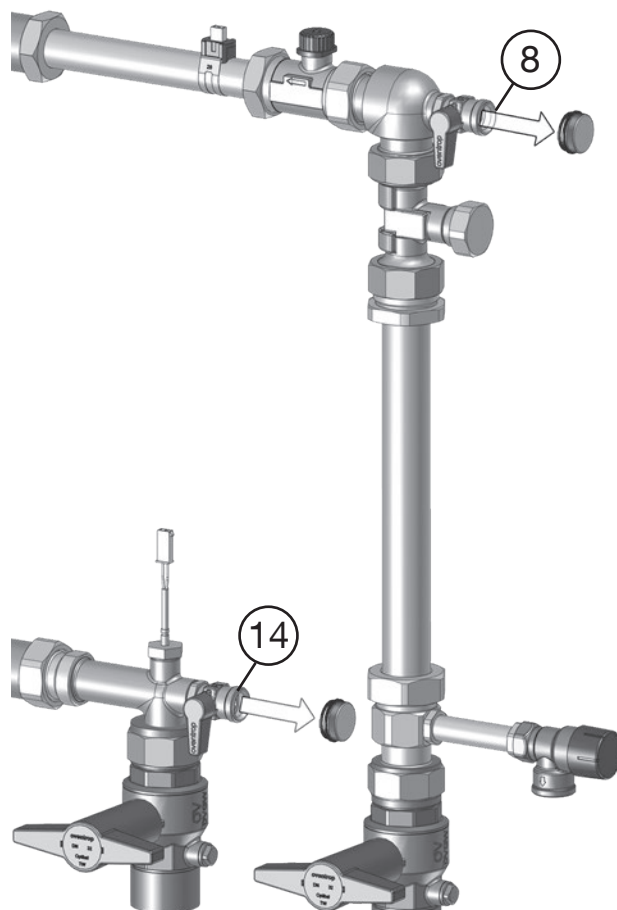
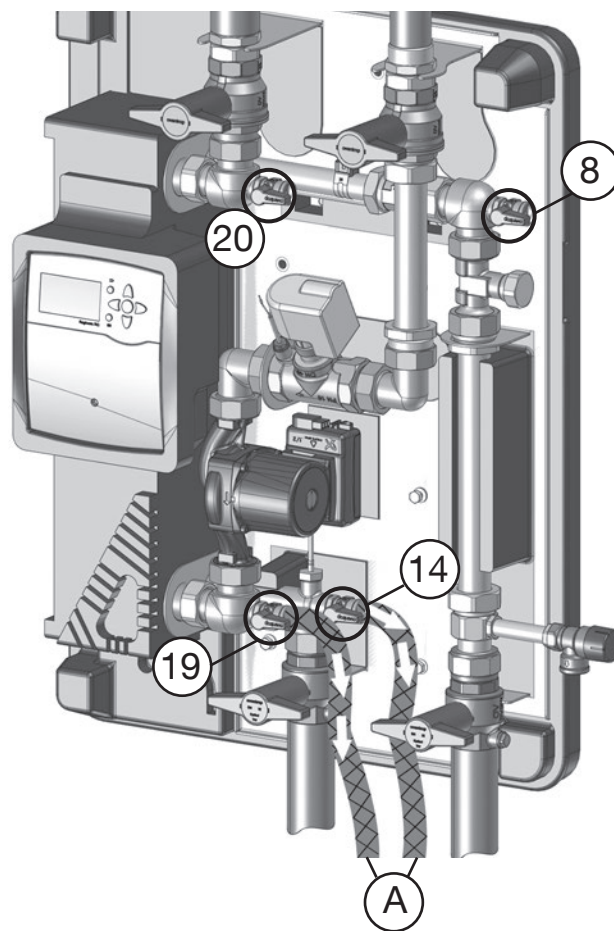

Fig. 5.2: Dévisser les capuchons de fermeture des robinets de vidange et de remplissage à tournant sphérique
Fig. 5.5: Vidanger la tuyauterie et l'échangeur de chaleur
3. Dévisser les capuchons de fermeture des robinets de vidange et de remplissage à tournant sphérique (8 et 14) (Fig. 5.2).
3. Dévisser les capuchons de fermeture des robinets de vidange et de remplissage à tournant sphérique (8, 14, 19, 20, voir aussi Fig. 5.2 en page 31.).
4. Equiper les deux robinets de vidange et de remplissage à tournant sphérique inférieurs (14 et 19) d'un tuyau d'évacuation (A).
5. Ouvrir les robinets de vidange et de remplissage à tournant sphérique (8, 14, 19 et 20) pour vidanger la tuyauterie et l'échangeur de chaleur (Fig. 5.5).